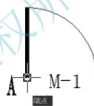

图 3.72 确定“门”图块基点
(6) 在【指定插入基点】提示下，捕捉如图 3.72 所示的 A 点作为图块插入时的定位点，此时对话框自动返回。